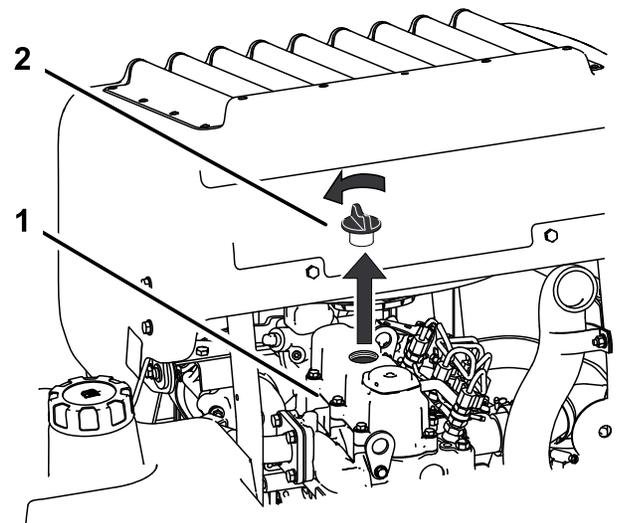

Figure 67
6. Retirez le bouchon de remplissage d'huile en haut du moteur (Figure 67).
2. Enlevez le bouchon de remplissage et la jauge (Figure 67).